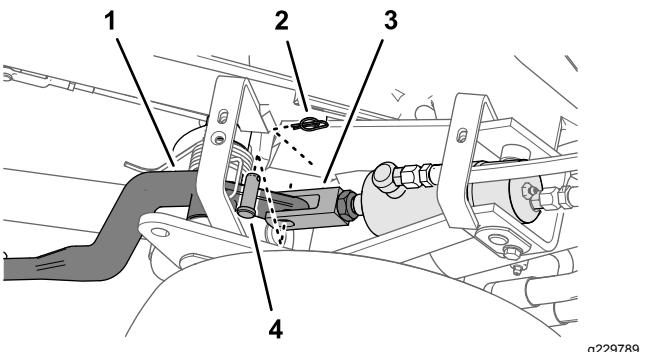
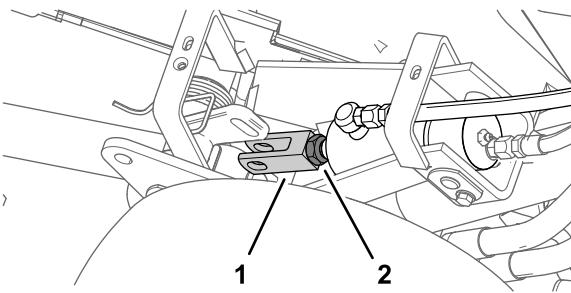

Bild 53
Bild 54
- Entfernen Sie den Halterung und den Lastösenbolzen (Bild 53)
- Drehen Sie den Lastösenbolzen so lange, bis Sie die gewünschte Höhe erzielt haben (Bild 54).
- Befestigen Sie das Lastösen-Anschlussstück mit dem Lastösenbolzen und Halterung am Hubarm und ziehen Sie die Klemmmutter fest (Bild 53 und Bild 54).
- Lockern Sie die Klemmmutter, mit der der Lastösenbolzen am Zylinder der Schneideeinheit befestigt ist, den Sie einstellen möchten (Bild 53).